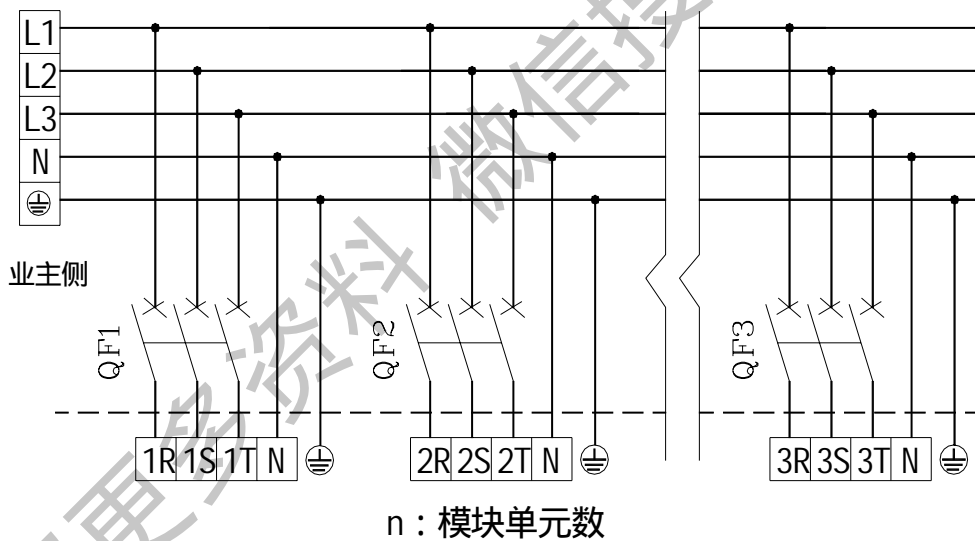

图 11 机组接线图
7. 为减少线路发生短路事故时变压器、配线等电气设备所受到的危害以及便于对各单元模块之压缩机的开停机进行独立控制, 机组每组电源进线均需配备适当容量的低压断路器(QF), 每个模块单元需要一组独立电源进线, 其动力配线如图 11 所示: